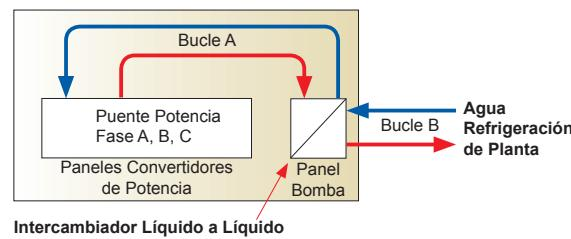

Figura 4a.
1. Los VFD refrigerados por líquido que tienen un intercambiador de calor interno de líquido a líquido, Figura 4a.
En el sistema de líquido a líquido, la Figura 4a, el bucle de refrigeración "A" es siempre un bucle cerrado que lleva fluido des-ionizado interno al VFD a través de un intercambiador de calor de líquido a líquido. El segundo circuito de refrigeración líquido (Bucle B) lleva el agua de refrigeración de la planta, que quita el calor recogido del intercambiador interno.
Los VFD enfriados por líquido, como se muestra en la Figura 4a están equipados con un intercambiador de calor interno líquido a líquido. Los dos bucles de refrigeración en el sistema son el bucle VFD (Bucle A), que es el bucle de líquido des-ionizado y el bucle de líquido de la planta (Bucle B). Se